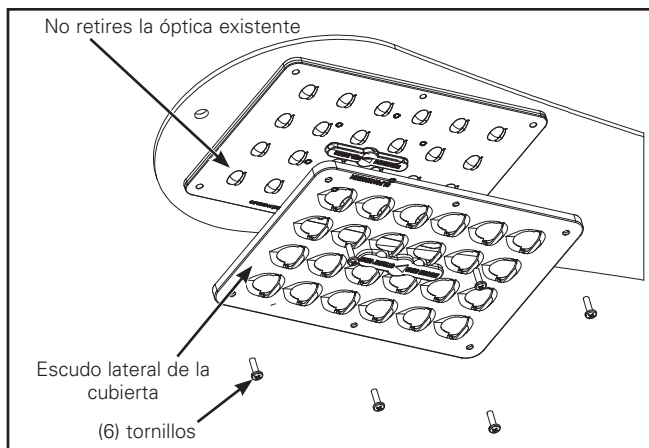

Figura 2.
2. Instala el escudo de la cubierta de modo que los seis orificios estén alineados con los orificios de la óptica existente. (Figura 2)
Nota: No retires la óptica existente. (Figura 2)